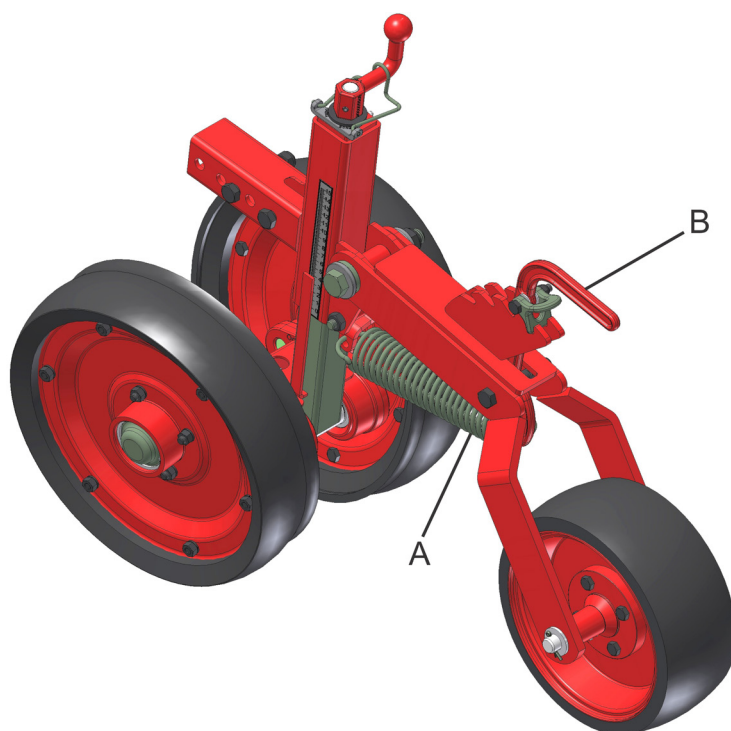

fig. 27
Para regular a pressão da roda compactadora, ajuste a pressão da mola (A) (fig. 27) deslocando a alavanca (B). Quanto maior a pressão da mola, maior será a pressão exercida sob a semente.
**Certifique-se de que a alavanca (A) (fig. 27) está na mesma posição em todas as linhas de plantio.**